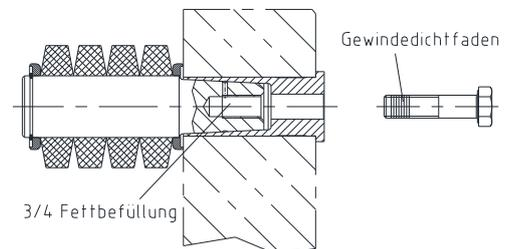

Bild 22: Reinigen der Gewindebohrung
- Umwickeln Sie die Schraube mit Gewindedichtfaden Loctite 55. Lassen Sie dabei die ersten 2-3 Gewindegänge frei, damit sich die Schraube gut eindrehen lässt (siehe Bild 22).